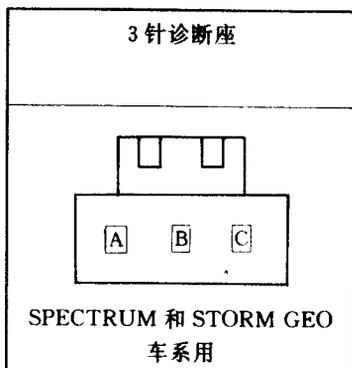

图 1-5
(4) 3 针诊断座(SPEC-TRUM 和 STORM GEO 车系用)(图 1-5)
(5) 12 针诊断座(1982 年以后 GM 全车系用)